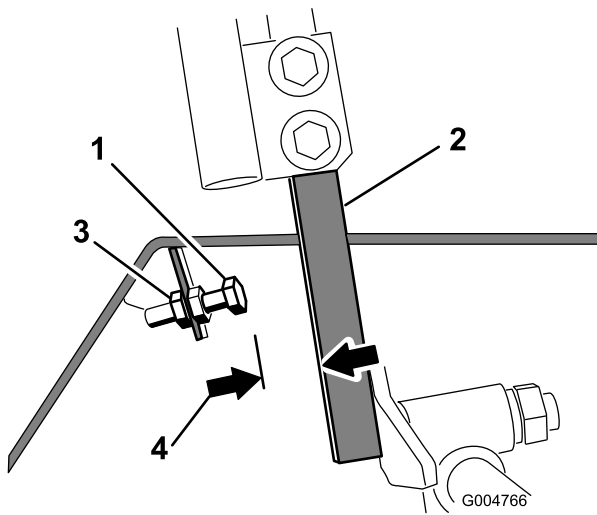

図 57
4. コントロールレバーのストップボルトについているジャムナットをゆるめる 図 57。